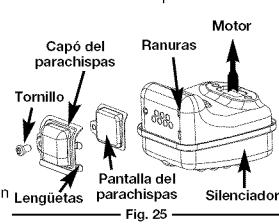

Fig. 25
2. Localice el silenciador, pero no lo quite. Busque uno (1) tornillo en la parte inferior del silenciador (Fig. 25). Estos dos tornillos unen el conjunto de deflector de escape y la pantalla del parachispas a la parte inferior del silenciador. Quite los dos (2) tornillos usando una llave torx N° 20 o un destornillador plano.
6. Coloque la placa del parachispas encima del parachispas con el lado "levantado" hacia arriba mirando al motor (Fig. 25).
- Coloque el capó del parachispas encima de la placa del parachispas con el lado "levantado" hacia arriba y la apertura mirando en dirección CONTRARIA al motor (Fig. 25). Asegúrese de que el escape se dirija en dirección CONTRARIA al motor.